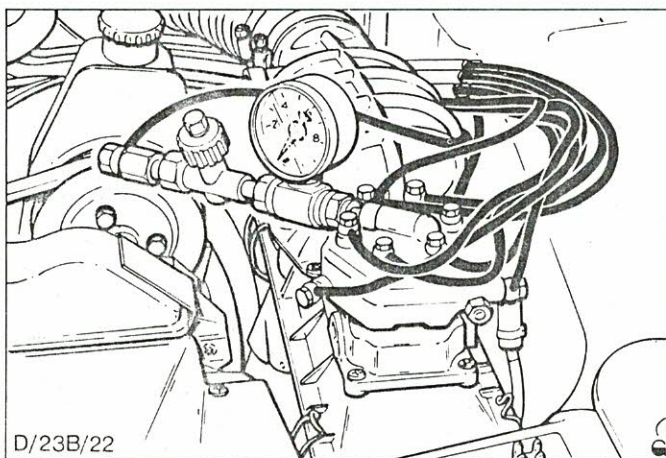

Abb.53 Druckprüfgerät an Zufuhrleitung-Warmlaufregler angeschlossen
B) Druckprüfgerät 23-011 an die Warmlaufregler-Austrittsleitung anschließen, Abb.53.